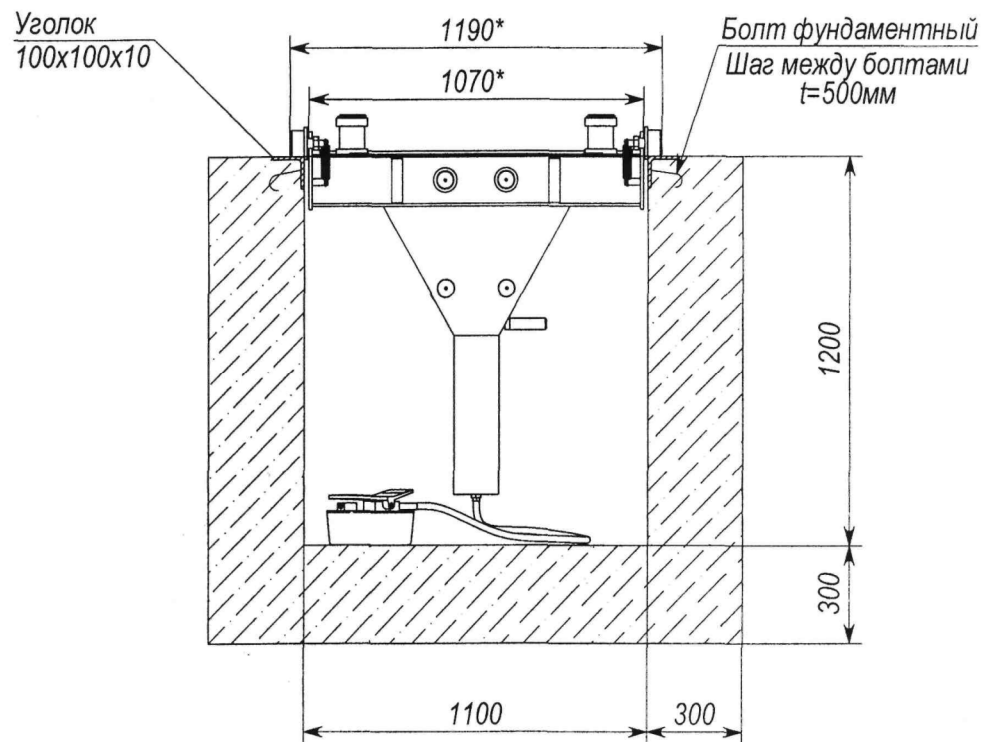

Рис. 2. Монтажный чертеж
6.1.1. Монтаж подъемника производится в соответствии с монтажным чертежом приведенным на Рис.2.